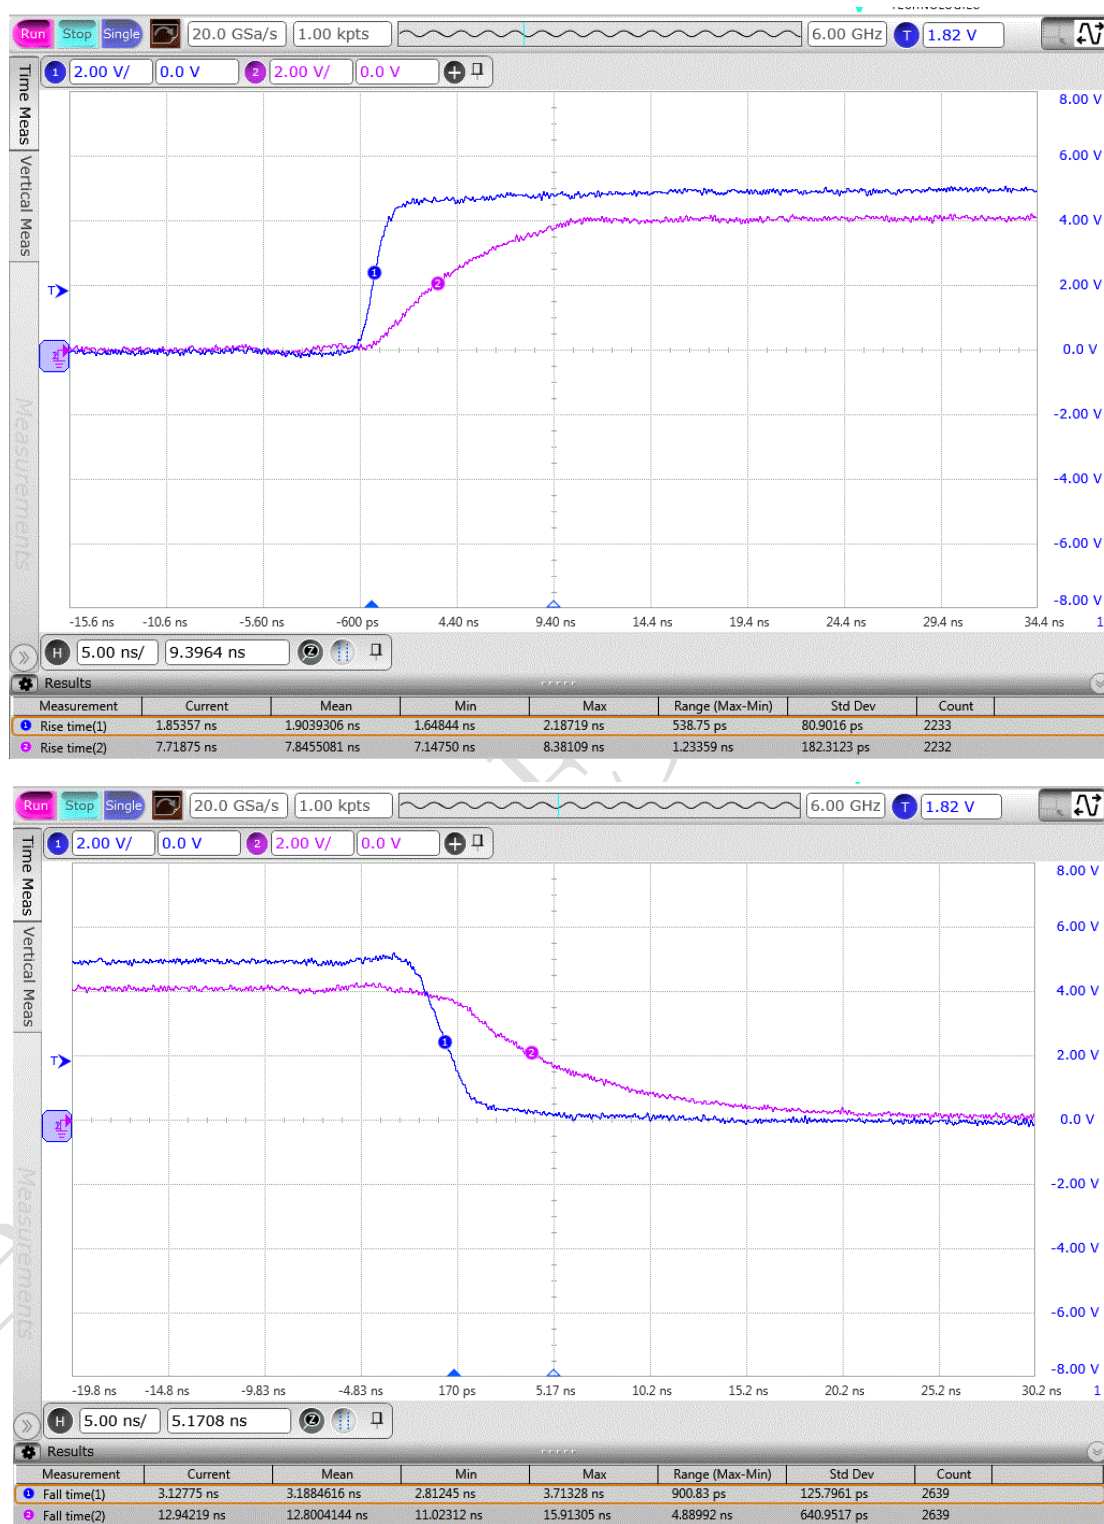
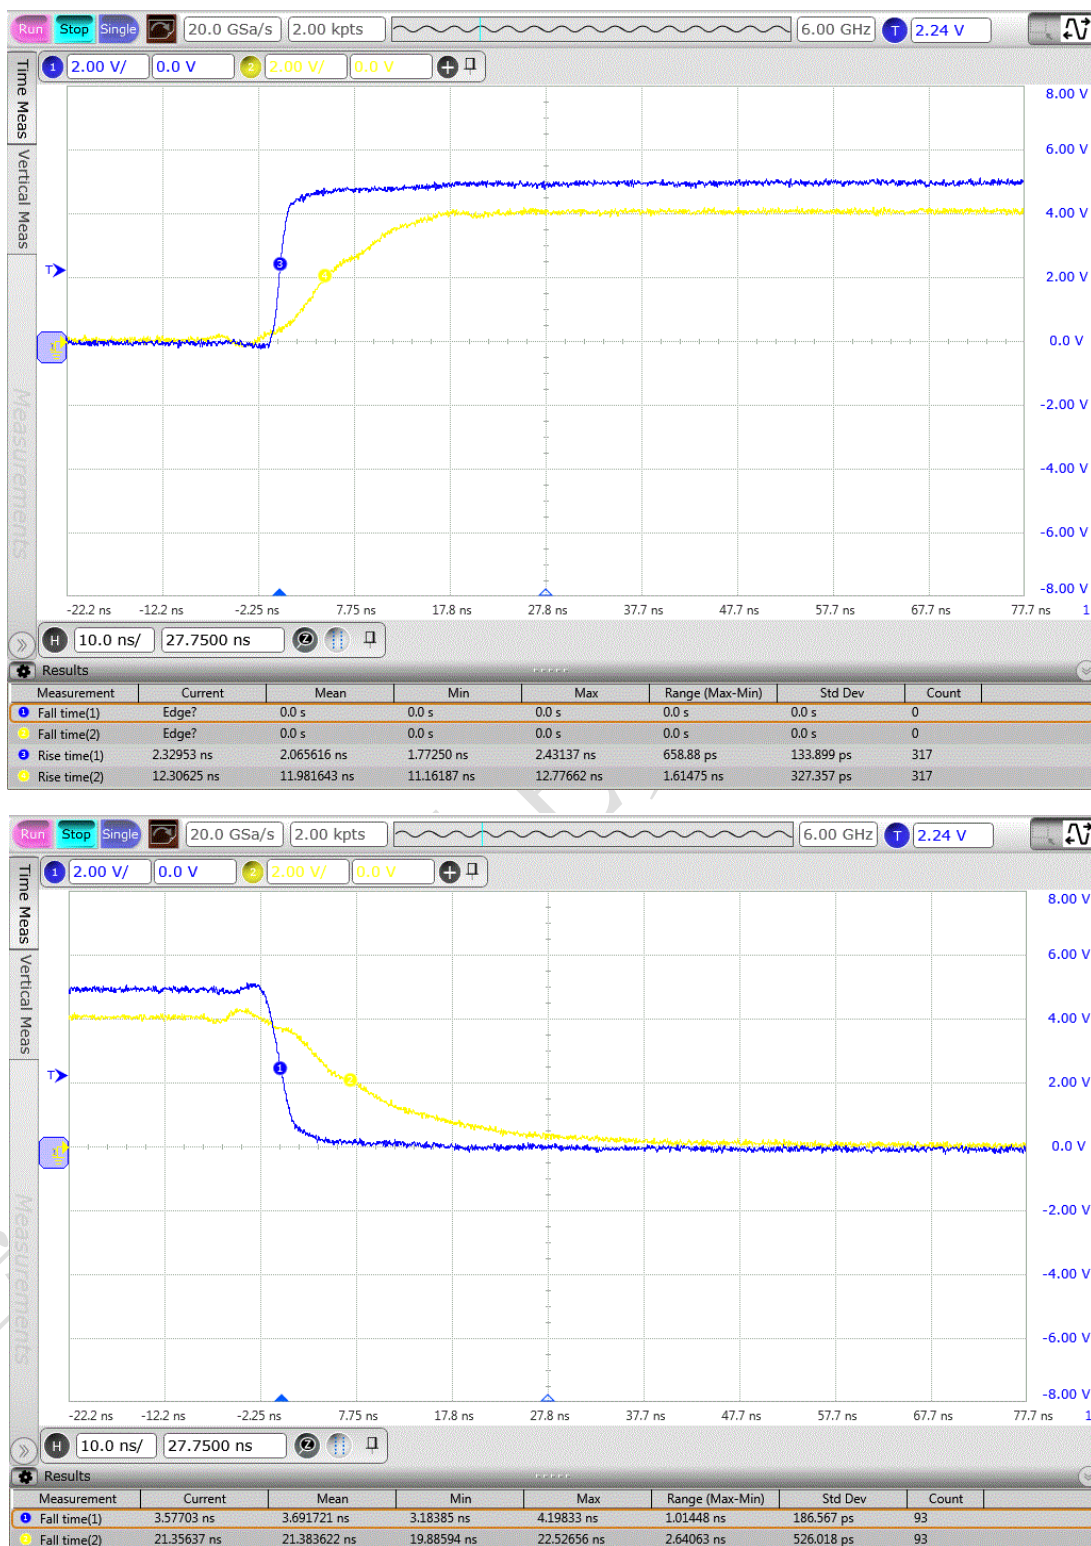

图 2-7-6：5V 输入驱动 EAGLE 器件接收端波形 @ $R=330\ \Omega$
图 2-7-7 : 5V 输入驱动 EAGLE 器件上升/下降沿 @ $R=600\ \Omega$
在输入端箝位通路分别串接不同阻值电阻，在 EAGLE 接收端测量波形如图 2-7-6 ~图 2-7-7 所示。
串接电阻 $R=330\ \Omega$ ，上升时间为 7.8ns ，下降时间为 12ns ，见图 2-7-6
■ 串接电阻 $R=600\ \Omega$ ，上升时间为 12ns，下降时间为 21ns，见图 2-7-7